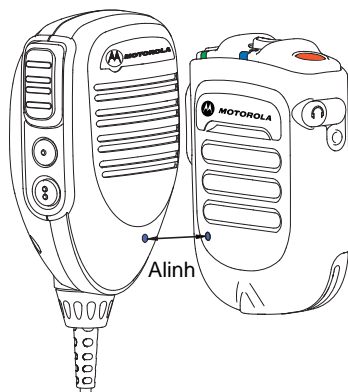

Figura 2.10: Emparelhar o WRSM
- 2 Coloque o ponto azul (ponto de emparelhamento seguro) do WRSM a 2,5 cm do ponto azul (ponto de emparelhamento seguro) da gateway de microfone móvel. Consulte a Figura 2.10.